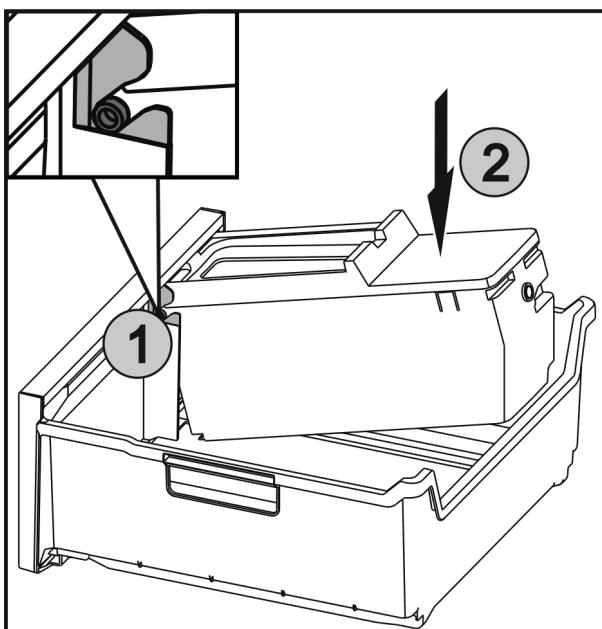

Fig. 42
- Împingeți axele Fig. 42 (1) de la EasyTwist-Ice în ghidaje și presați partea din spate Fig. 42 (2) până când eclisa se fixează.